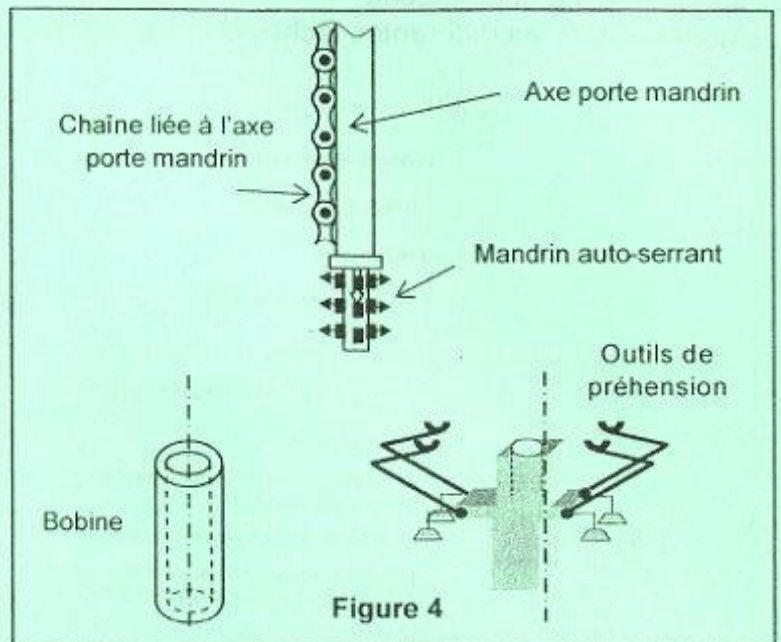

Figure 4
La montée et la descente de l'axe porte mandrin sont assurées par la transformation du mouvement de rotation du pignon (4) en translation de la chaîne liée à cet axe (figure 4).